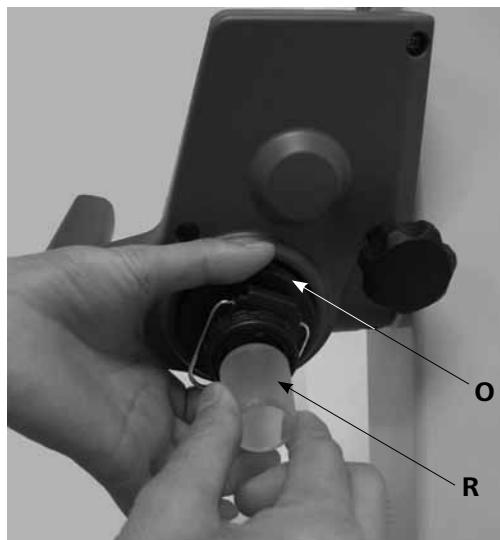

Fig. 14b
- 그런 다음, 잠금 장치 (**O**)를 시계 방향으로 60° 돌려서 잠금합니다. (Fig. 14b)